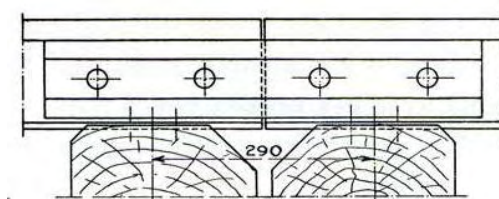

Fig. 147. - Joint suspendu sur traverses en bois des chemins de fer belges.
2. le joint *suspendu*, dans lequel les traverses de contre-joint sont rapprochées sensiblement jusqu'au contact (fig. 147) ;
## 2. Le joint suspendu (fig. 147).
La distance d'axe en axe entre traverses est de 29 cm en Belgique (fig. 147).
Les traverses de joint sont placées de telle manière que les axes des surfaces d'appui des rails soient à mi-distance entre les boulons de l'éclissage, en vue de faciliter la pose et le resserrage des boulons et des tirefonds (fig. 147).